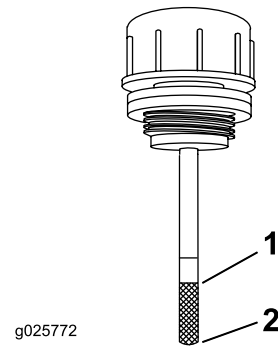

Figure 59
6. Nettoyez la surface autour de la jauge du réservoir du système hydraulique (Figure 59).
7. Sortez la jauge du réservoir hydraulique (Figure 59).
9. Ressortez la jauge et examinez l'extrémité (Figure 59). Si le niveau de liquide est au repère minimum, versez lentement la quantité de liquide qui convient dans le réservoir hydraulique pour faire monter le niveau jusqu'au repère maximum.